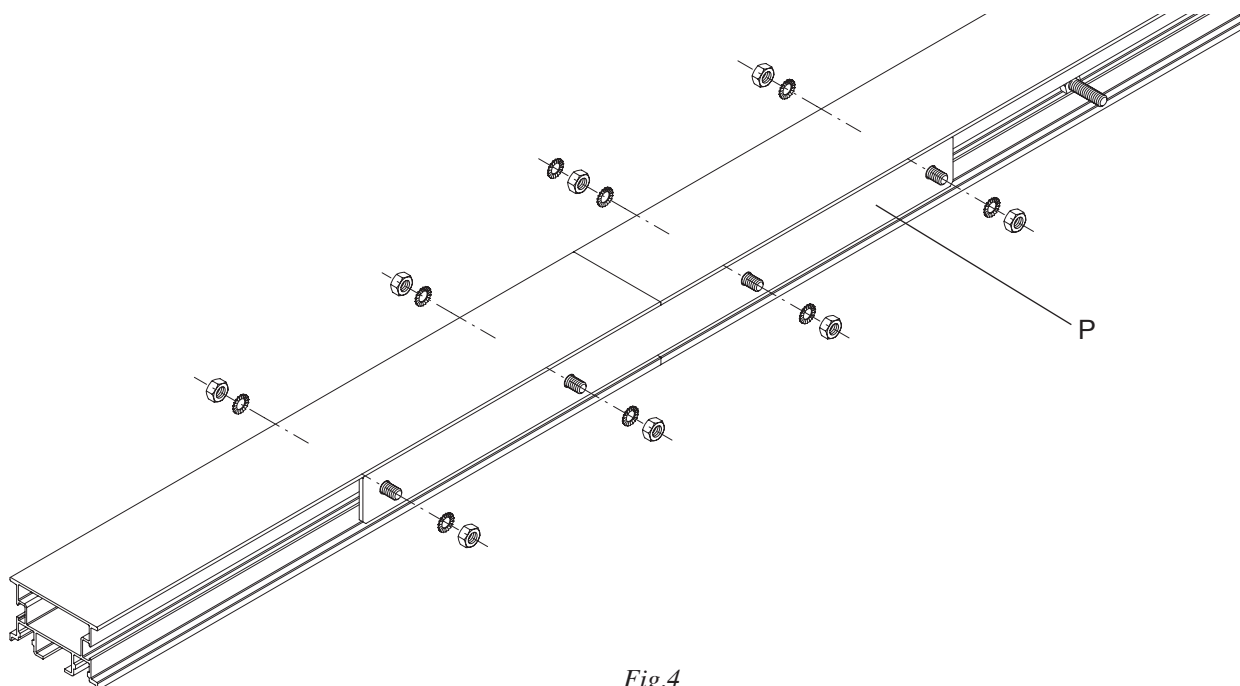

Fig.4
b) Giuntare i profili di guida mediante i due piatti "P" utilizzando le viti M6x12 (Fig.4).
b) Link the guide profiles by means of the two plates "P" by using the screws M6x12 (Fig.4).
b) Führungsprofile mit den beiden Plättchen „P“ verbinden, dazu die Schrauben M6x12 verwenden (Abb.4).
b) Assembler les profils de guidage au moyen des deux plateaux "P" à l'aide des vis M6x12 (Fig.4).
b) Juntar los perfiles con los dos platos "P", utilizando los tornillos M6x12 (Fig.4).
b) Połączyć prowadnicę poprzez dokręcenie dwóch płyt pokrywowych „P” za pomocą śrubek M6x12 (rys.4).